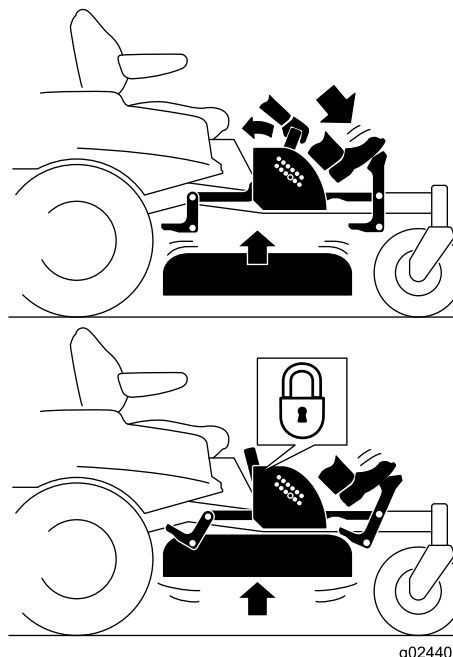

Figure 26
- Enfoncez la pédale pour élever le tablier de coupe; maintenez la pédale enfoncée jusqu'à ce que le tablier soit verrouillé en position de transport (Figure 26).
- Appuyez sur la pédale de levage du tablier avec le pied et tirez la poignée de verrouillage de transport en arrière pour désengager le verrou de transport (Figure 26).
- Appuyez sur la pédale de levage du tablier avec le pied et tirez la poignée en arrière pour désengager le verrou de transport (Figure 26).